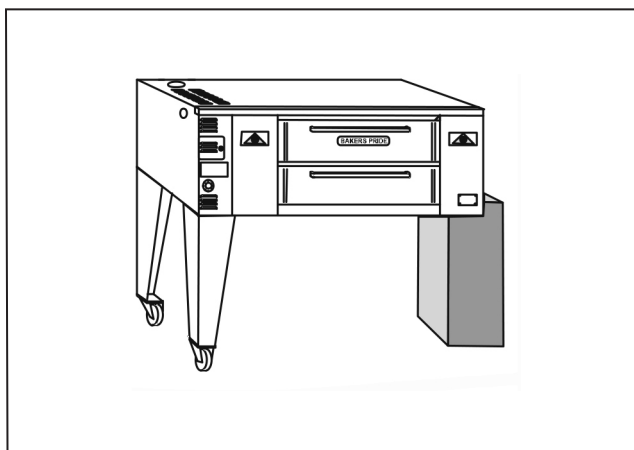

Figure 6
- À l'aide de l'équipement de levage approprié, abaisser le four de son arrière à son dessous. Levez l'unité et placez sur le stand. (Voir Fig. 6).